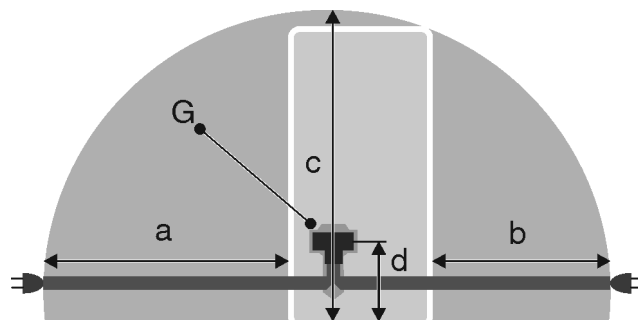

Fig. 30 *
- Kontaktligzda neatrodas aiz ierīces, bet gan zonās a vai b *Fig. 30 (a, b, c)*.
- ▶ Ievietojiet ierīces kontaktdakšu *Fig. 30 (G)* ierīces aizmurgurē. Ievērojiet pareizo nofiksēšanos.